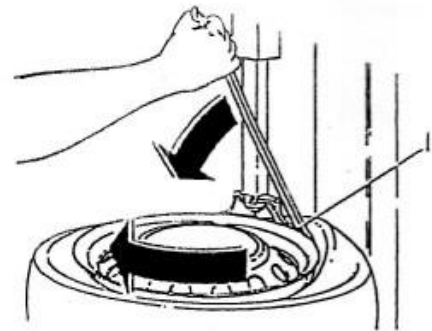
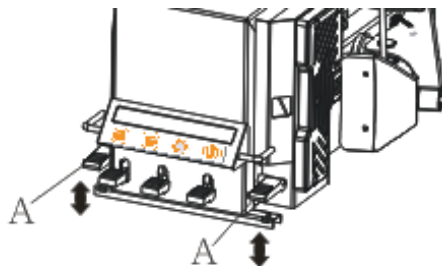

Fig. 17
Fig. 19
- Plaats de bandenlichter tussen de band en het voorste deel van de montagekop plaats nu de rand van de band over de montagekop (fig. 17).
- Met de bandenlichter in deze positie (fig. 17), laat u het draaiplateau met de klok mee draaien door pedaal A(fig. 19) in te drukken, houdt de pedaal ingedrukt tot de band volledig los is gekomen van de velg.
- Houdt de band met uw handen omlaag gedrukt in de velg, druk op pedaal A (fig. 19) om het draaiplateau met de klok mee te laten draaien. Ga hiermee door tot de band volledig in de velg zit (fig.22A).